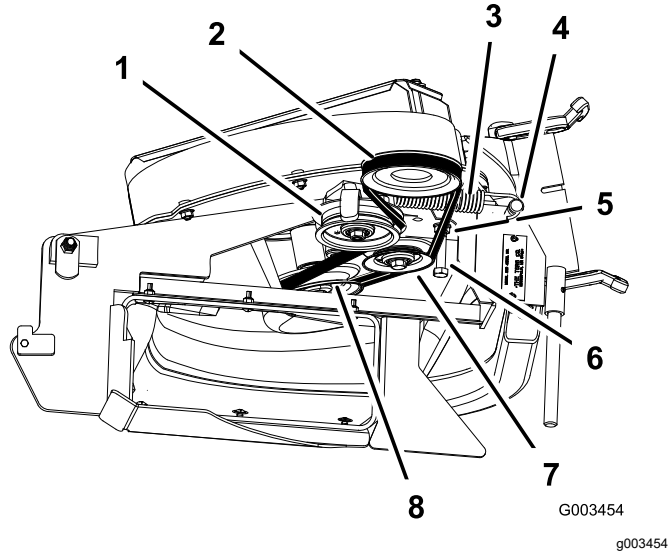

Figura 14
- En máquinas de 122 cm y 132 cm, afloje el perno-guía de la correa (Figura 14).
- Instale la correa alrededor de la polea del soplador y de la polea tensora fija (Figura 14).